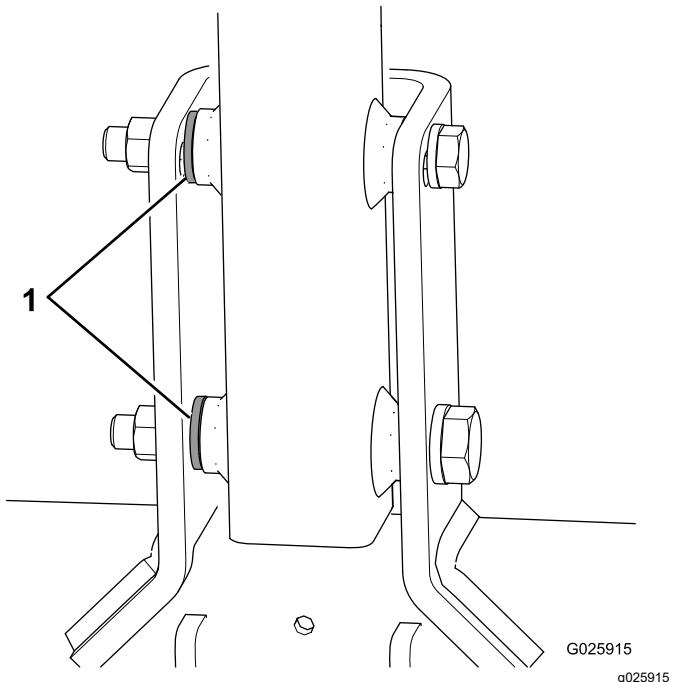

図 6
- マシンの各ボルトに3枚目のワッシャがついている場合には、これをスペーサとして、ヒッチピボットプラケットの内側とヒッチとの間に入れる **図 6**。